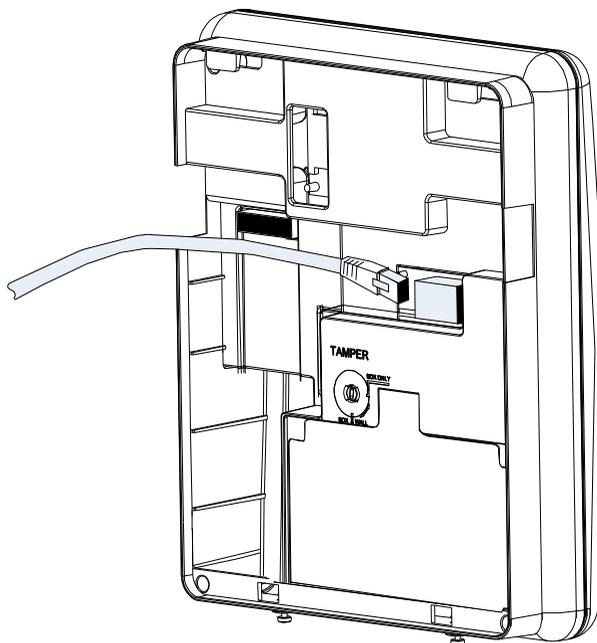

Figure 8 : Connexion d'un câble réseau à DIAPASON NeXT
4. Connectez le câble réseau d'entrée au connecteur (voir Figure 8).